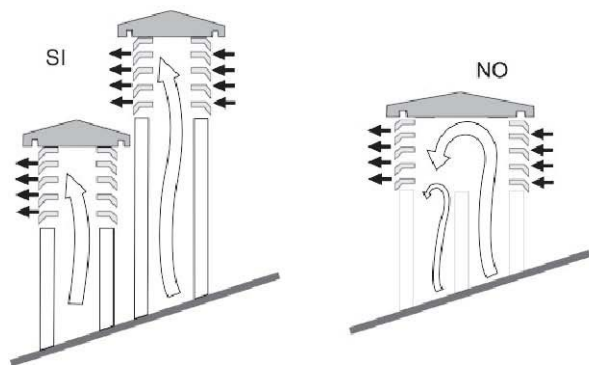

Fig.6
- Qualora si utilizzino canne fumarie ad uscite parallele si consiglia di alzare di un elemento la canna controvento. (*fig.6*)